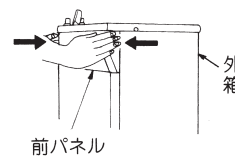

図7
- 1 前パネルの爪を外箱の角穴に合せ両側面を内側に押し (図7)